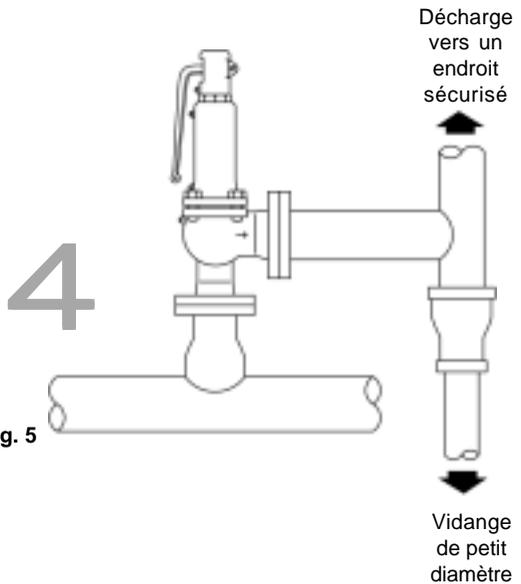

Fig. 5
- 5.8 Pour la vapeur ou l'air, la ligne de décharge doit être verticale et munie d'une vidange de petit diamètre pour éviter l'accumulation d'eau dans la ligne de décharge (fig. 5). Cette ligne